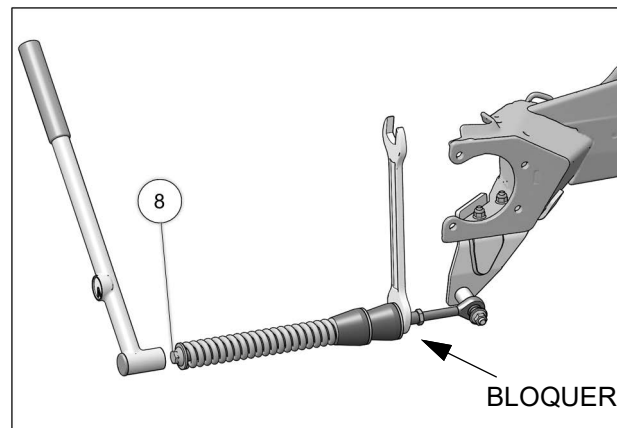

Fig. 10
10. Vérifier que le boulon du ressort (8) est serré au couple recommandé: 75 Nm [55 lb•pi]. Assurez-vous de bloquer en position, l'écrou devant les amortisseurs en caoutchouc. Voir la Fig. 10